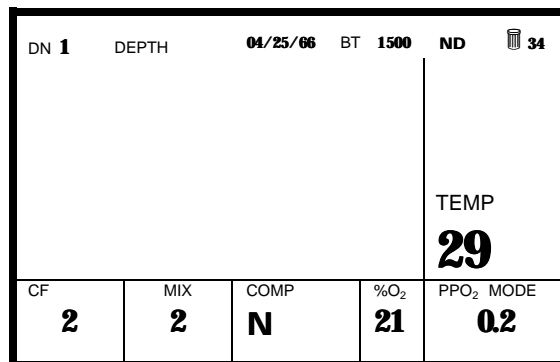

Fig.5 Ecran de surface
Finalement, le mode surface apparaît. Cet écran contient diverses informations utiles à la planification de votre plongée. Le numéro de la plongée (DN), la date, l'heure, la tension de la pile, la température (TEMP), la formule de calcul (CF), le numéro du mélange, la composition du mélange (COMP), la fraction d'oxygène (en %) et la pression partielle d'oxygène (PPO2) en atmosphère. (Voir Figure 5).